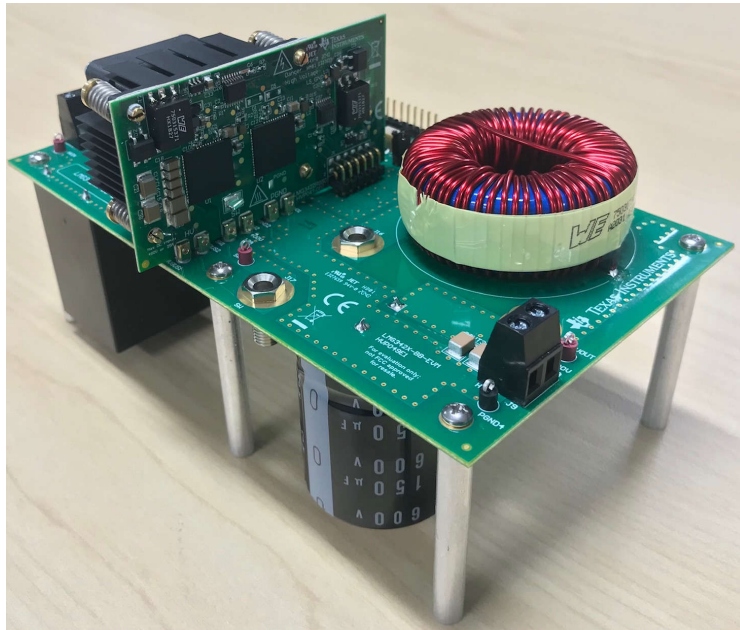
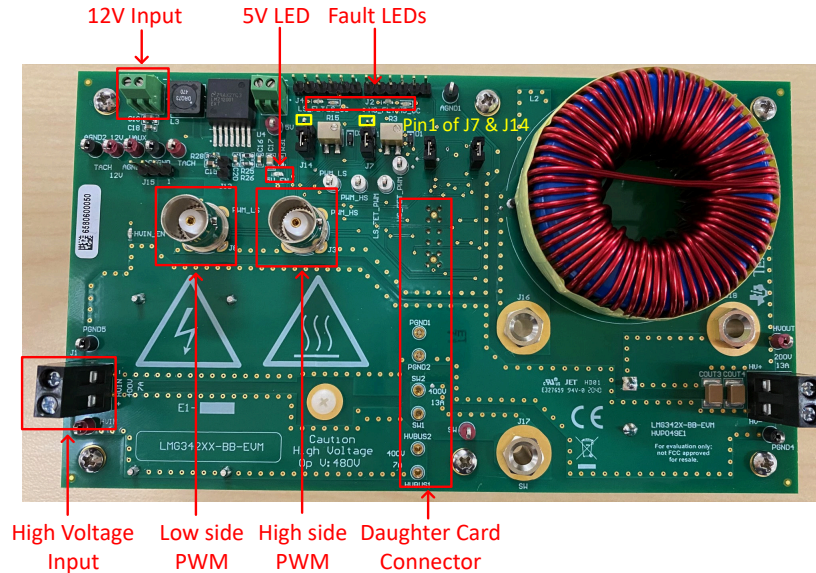

图 2-5. 带有 LMG2652EVM-101 的 LMG342X-BB-EVM 主板
图 2-6. LMG342X-BB-EVM 上的连接器和 LED
1. 将 LMG2652EVM-101 连接到 LMG342X-BB-EVM，如步骤 2 中所示；请参阅图 2-5。主板上的连接区域如图 2-6 所示。
6. 如果两个具有死区时间的互补 PWM 信号提供给了 J3（高侧 PWM）和 J8（低侧 PWM），请连接接头 J7 和 J14 的引脚 1 和引脚 2（J7 和 J14 的引脚 1 在图 2-6 中指示）。这样，两个 PWM 信号可直接控制高侧和低侧器件。
9. 将信号发生器的输出连接到 LMG342X-BB-EVM PWM 输入，如图 2-6 中所示。
10. 将 12V、2A 直流电源连接到 LMG342X-BB-EVM 12V 辅助电源，如图 2-6 中所示。
11. 将高压电源连接到 LMG342X-BB-EVM 高压输入以用于降压模式，如图 2-6 中所示。